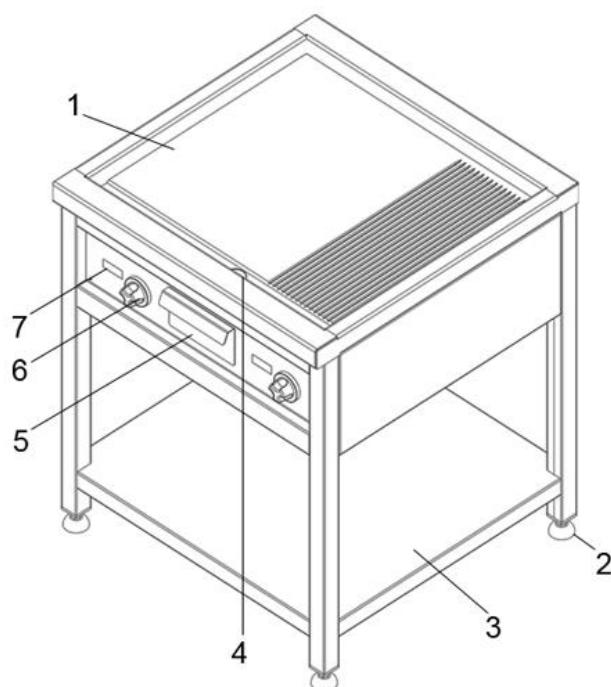

Рис. 1 Общее устройство электрической жарочной поверхности
Плита-гриль (жарочная поверхность) – это электрический прибор с рабочей поверхностью, разделенной на несколько зон нагрева (1 либо 2). Стальная рабочая поверхность 1 (рис.1) располагается над нагревательными элементами. В зависимости от модели она может быть гладкой, рифленой или комбинированной. В некоторых комплектациях жарочная поверхность имеет покрытие «твердый хром». В жарочной поверхности присутствует сливное отверстие 4 (рис.1), через которое удаляются жир и отходы, образующиеся при приготовлении блюд. Они скапливаются в выдвижном поддоне 5 (рис.1), находящемся под сливным отверстием.
Интенсивность нагрева рабочей зоны регулируется ручками 6 (рис.1), расположенными на лицевой панели устройства. Температура нагрева той или иной рабочей зоны отображается на соответствующем дисплее 7 (рис.1).
Регулируемые по высоте ножки 2 (рис.1) позволяют установить устройство на любой неровной поверхности.
Напольные версии выполняются на открытом стенде с полкой 3 (рис.1) или закрытом кабинете с дверьми и без, на регулирующихся ножках или колесах. При необходимости устройство можно дополнить защитным бортом.
- Вставьте штепсель аппарата в розетку. При этом на дисплее 7 (рис.1) отобразится текущая температура рабочей поверхности.
- Плавно поверните регулятор температуры 6 (рис.1) соответствующей зоны нагрева по/против часовой стрелки и установите желаемую температуру.
- На дисплее 7 (рис.1) отобразиться желаемая температура рабочей поверхности, затем после появления команды «SET» на дисплее будет отображаться текущая температура рабочей поверхности прибора. Как только она достигнет желаемой, на дисплее будет отображаться температура, соответствующая ранее выставленной.
Переведите регулятор температуры 6 (рис.1) в положение «0».
При значении «0» на дисплее 7 (рис.1) нагревательные элементы отключены, но устройство подключено к электрической сети.
Пока рабочая поверхность устройства остывает, на экране 7 (рис.1) будет отображаться значение «hot», как только она остынет, экран погаснет.